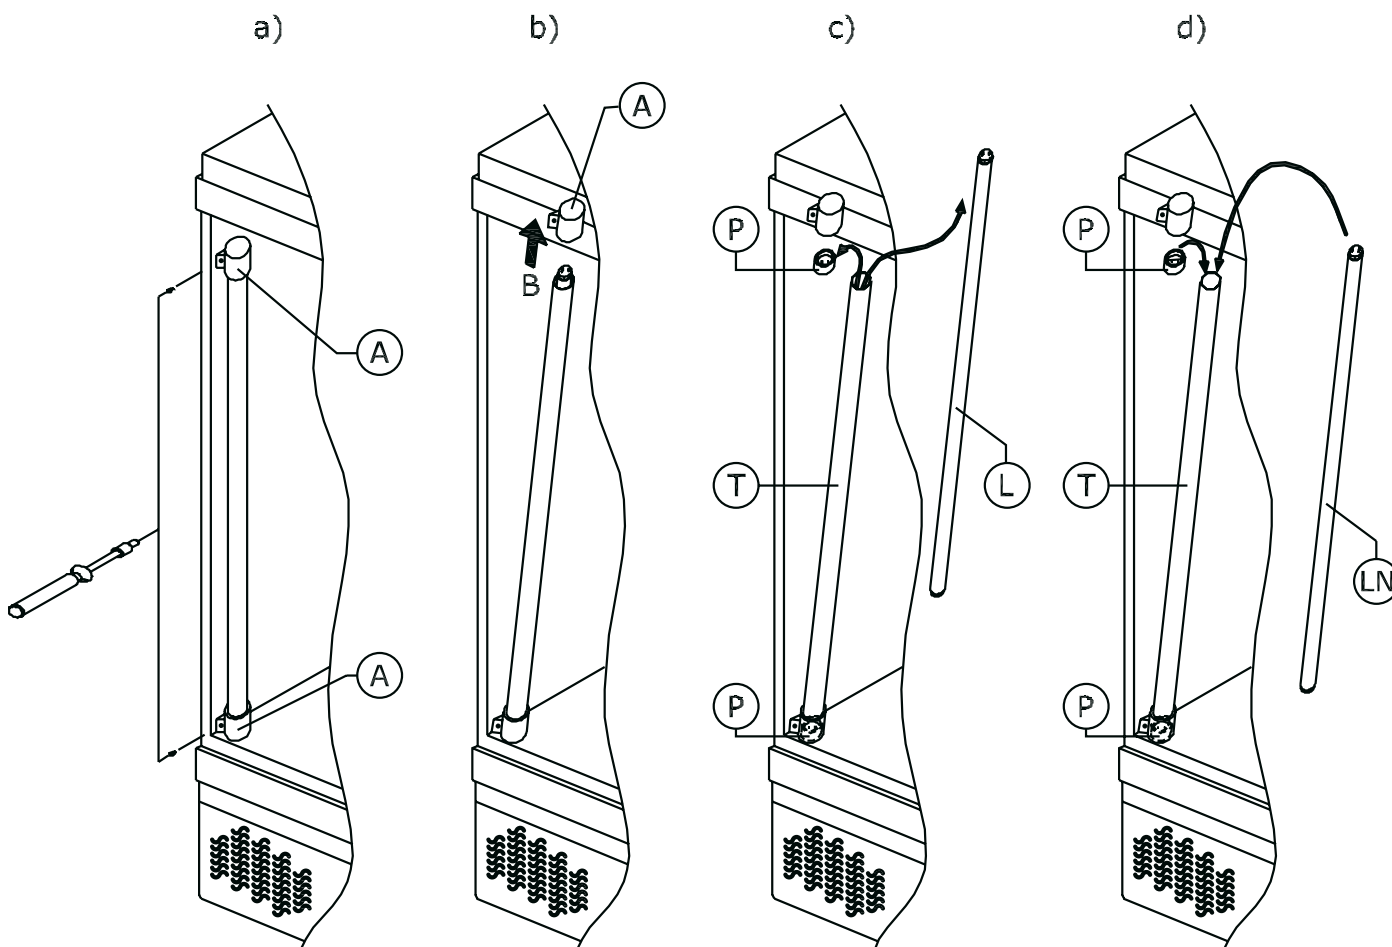

fig. 4.2
1. Con el empleo de un destornillador remover las coberturas de plástico (A) que paran lo tubular transparente a la celda, destornillando las dos vides (Fig. 4.2 - a).
2. Con la máxima delicadeza desfilar la cobertura superior (A) tirándola axialmente en el sentido indicado por la flecha (B) (Fig. 4.2 - b).
3. Siempre con delicadeza, desfilar la portalámpara superior (P) desconectando la lámpara que reemplazar (L) por lo tanto extraerla de lo tubular protector transparente (T) (Fig. 4.2 - c).
4. Reemplazar la lámpara (L) con la nueva lámpara (LN), siempre de 36 W, introduciéndola en lo tubular (T). Reinsertar por lo tanto las dos portalámparas (P) cerciorándose que las conexiones eléctricas sean hechas correctamente (Fig. 4.2 - d). Insertar de nuevo las coberturas de plástico (A) y reposicionar el sistema de iluminación (LN)+(P)+(T)+(A) fijándose de nuevo en él con las adecuadas vides.